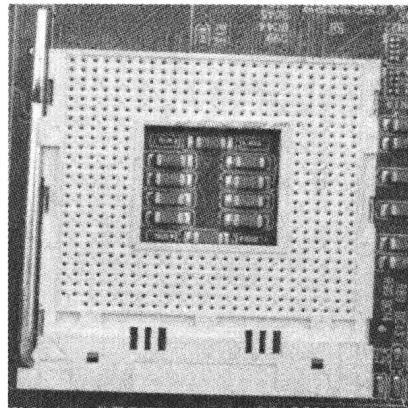

图 1-4 Socket478 接口
(3) Socket478 接口是 Pentium IV 系列处理器所采用的接口类型，针脚数为 478，如图 1-4 所示。Socket478 支持 32 位 Pentium IV 和 Celeron IV 系列 CPU。